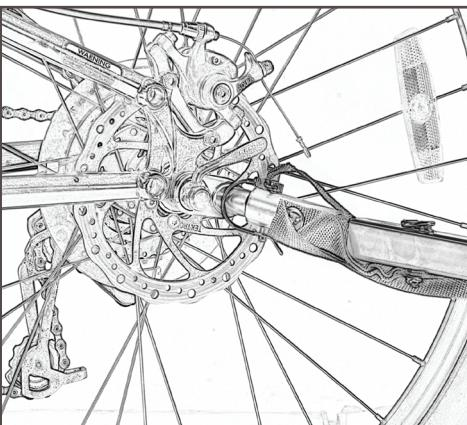

図27
2. クイックリリースピンを牽引アームとヒッチに挿入し、ピンを閉じてロックします(図27)。